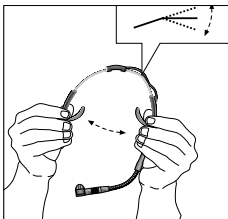

Fig. 8:
4. Si l'arceau est trop lâche vous pouvez l'incurver légèrement (Cf. Fig. 8).